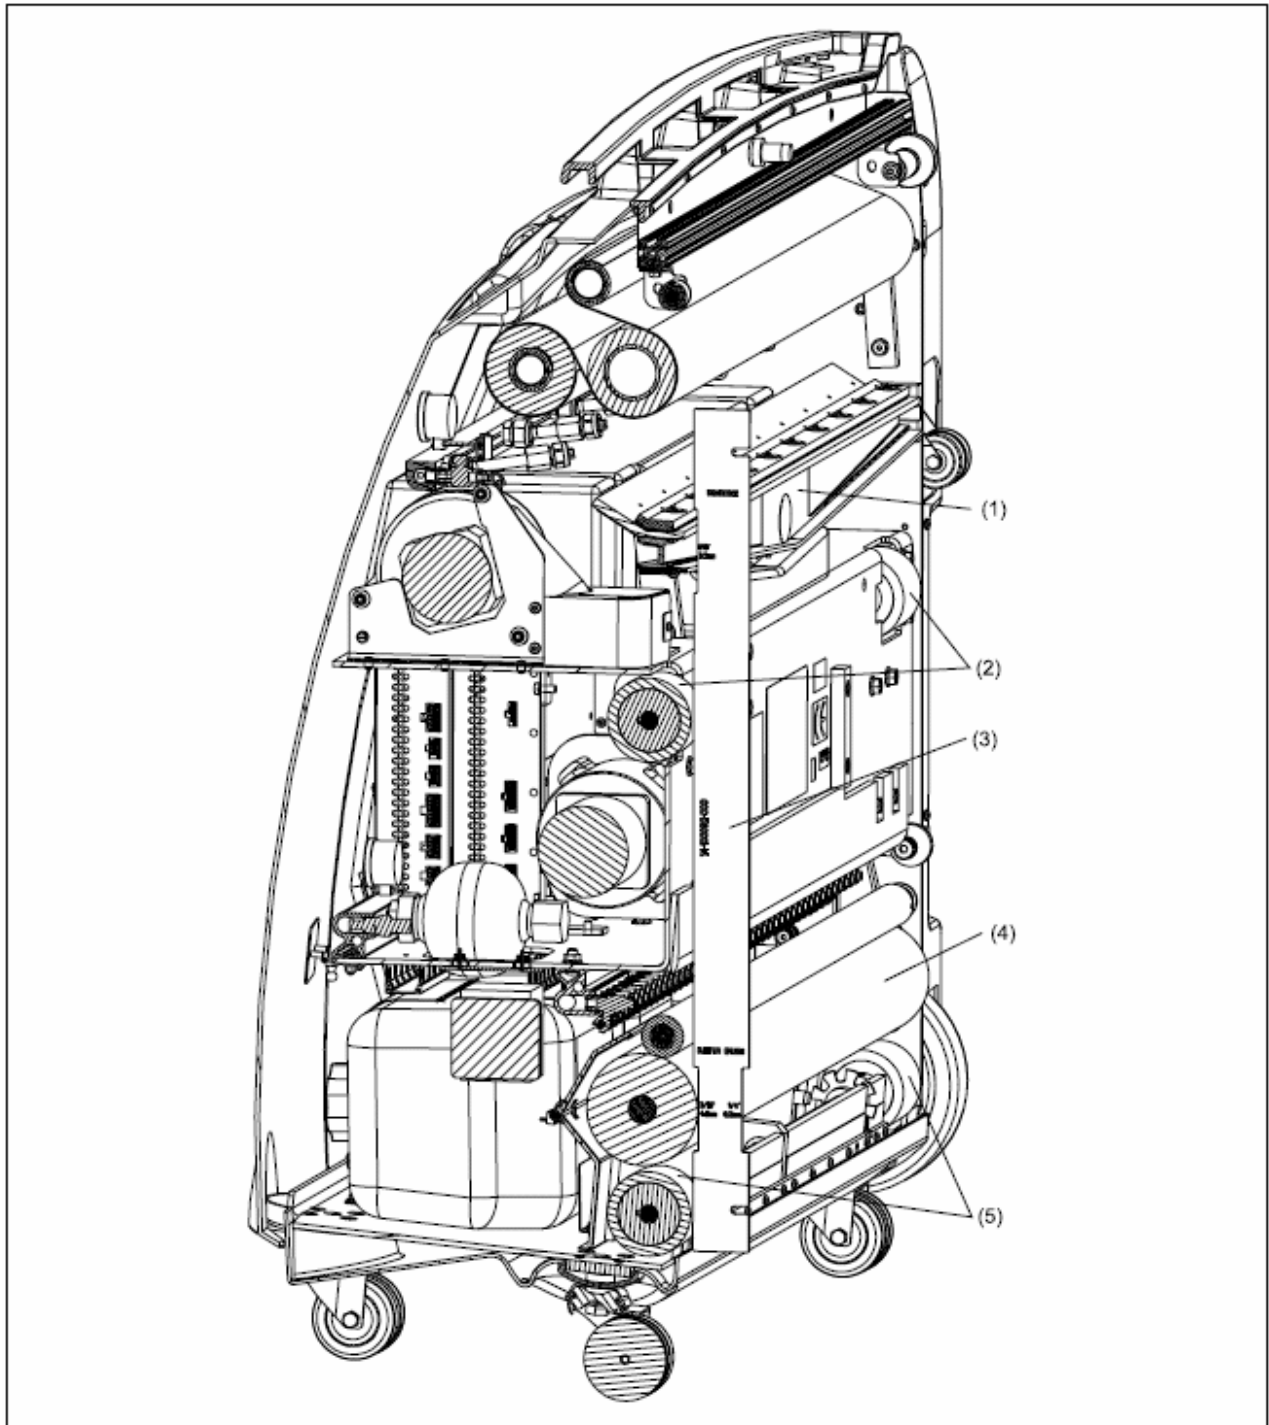

Figure 5-18. Règle d'ajustement – Vue en coupe.
(1) LES 4 BOULONS DE FIXATION
7. Référez-vous à la Figure 5-18.